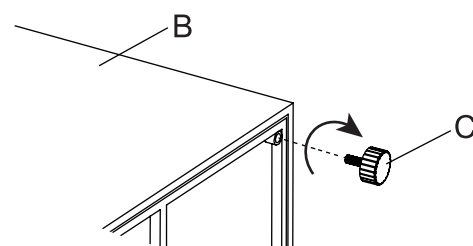

Figure 1
1. Uz pomoć druge osobe pažljivo postavite ložište (B) na ravnu, neabrazivnu površinu kako biste izbjegli ogrebotine. Provjerite četiri kuta na dnu, poravnajte klizne nožice (C) s rupama za vijke i zavrnite u smjeru kazaljke na satu (vidi Figure 1).